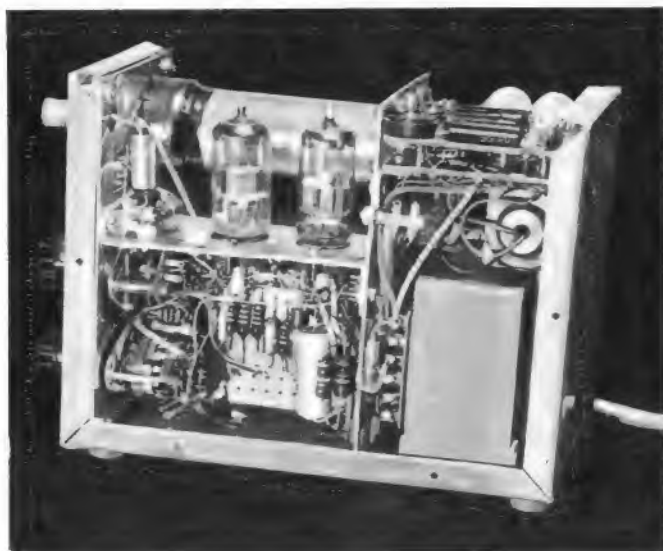
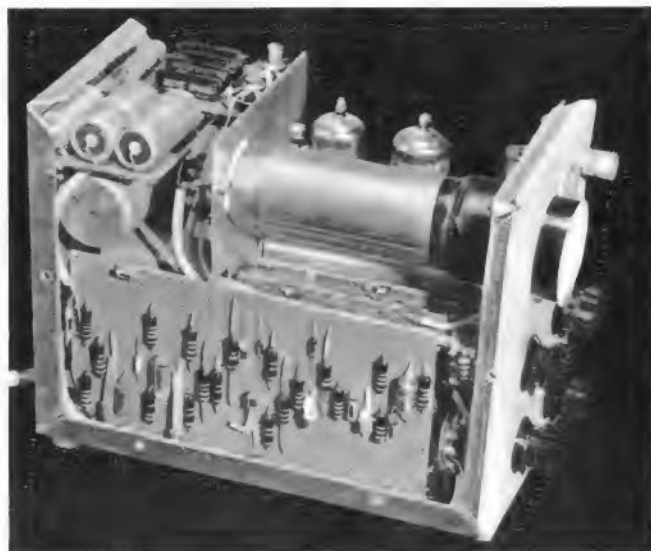

Bild 4. Das Chassis des Gerätes, von rechts aus gesehen
Bild 5. Linke Seitenansicht des Chassis
**Aufbau.** Der Aufbau des Gerätes erfolgte in einem Gehäuse nach Bild 4. Es wurde aus 1-mm-Aluminiumblech in einem Stück gebogen. Infolge der beiden Zwischenchassis ist das Gehäuse trotz der geringen Blechstärke stabil. Der Aufbau ist zwar gedrängt, aber wegen der Vorfertigung der einzelnen Baugruppen nicht schwierig. Bei dieser Vorfertigung hat sich die Verwendung von Veroboard-Platten bewährt, die einen stabilen, platzsparenden Aufbau wie bei einer gedruckten Schaltung ermöglichen. Die in Bild 5 sichtbare Platte enthält z. B. das Kippergerät und den Steuer-Flipflop.
Von der rechten Seite (Bild 4) erkennt man die beiden Verstärkerrohren und die Bauelemente des Grobspannungsteilers oberhalb des Zwischenchassis. Unter diesem